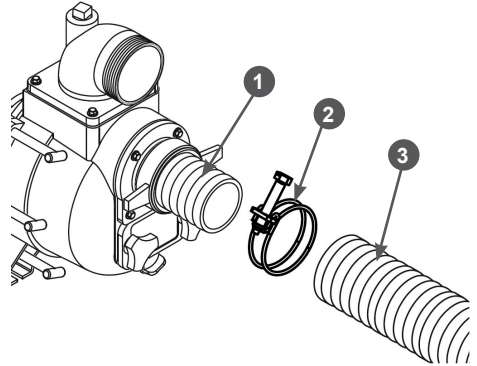

Рис. 16 Установка всасывающего рукава
4. Наденьте до упора всасывающий рукав 3 на патрубок 1 и затяните его хомутом 2 (Рис. 16).